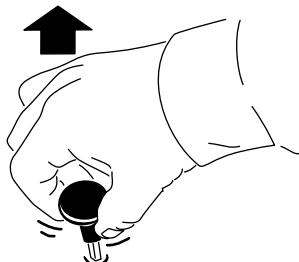

図 12
- スイッチを引く図 12 と PTO が ON になりアタッチメントが作動アタッチメントの設定によるする。